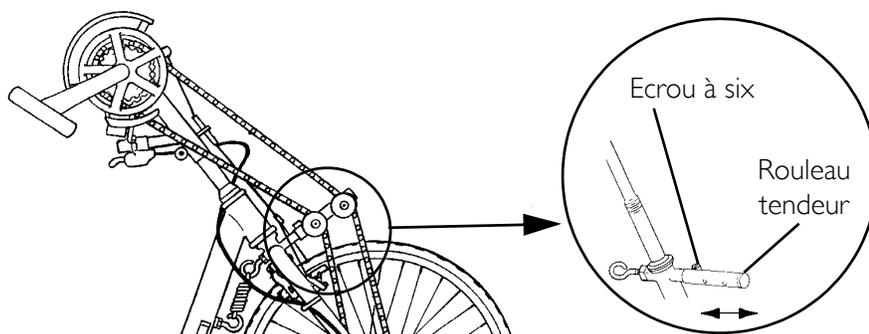

FIGURE 8.7 Régler le plateau de chaîne à 7 vitesses
REMARQUE : Pour cette procédure, se reporter à FIGURE 8.7 en page 60.
3. Réglez la tension de la chaîne en déplaçant le rouleau tendeur dans un sens ou dans l'autre comme démontré FIGURE 8.7.